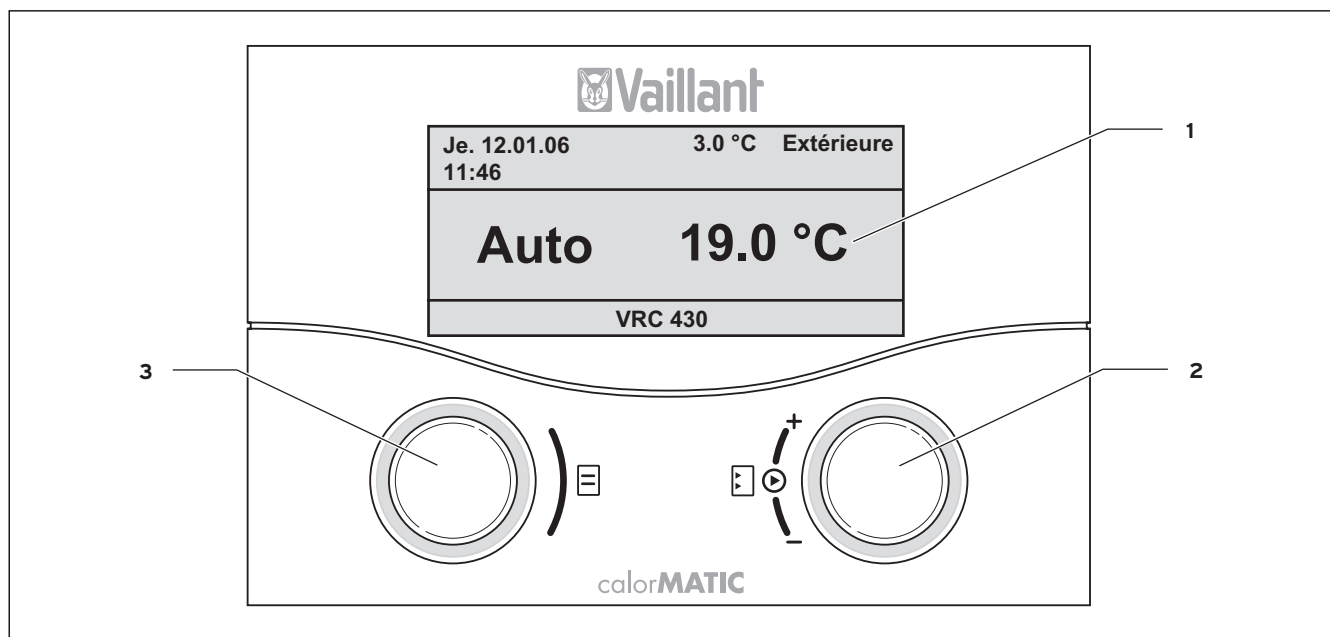

Fig. 4.1 Aperçu zone d'utilisation et zone d'affichage
La fig. 4.1 indique sur l'écran l'affichage de base simplifié. L'affichage de base simplifié fournit les informations suivantes :
- de l'affichage de base simplifié (fig. 4.1)
Les deux sélecteurs (fig. 4.1 rep. 2 et 3) fonctionnent selon le principe Vaillant « Tourner et cliquer ».